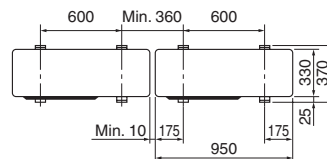

Fig. 3-1
- Sørg for å montere enheten på et solid, plant underlag. Det vil forhindre klapprelyder under drift. (Fig. 3-1)